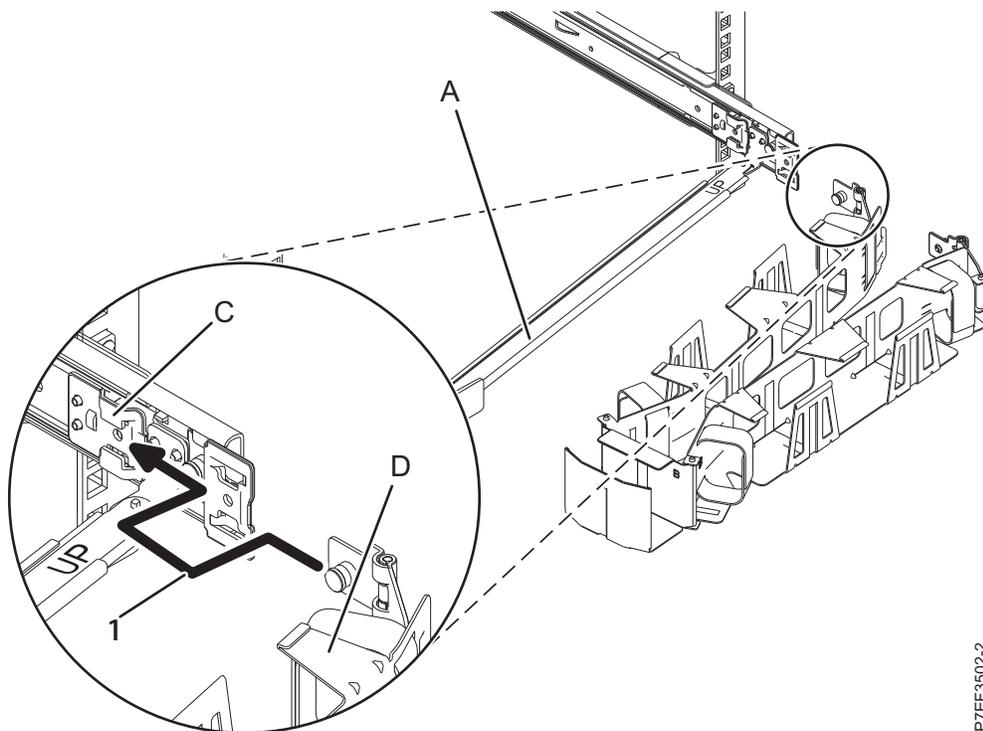
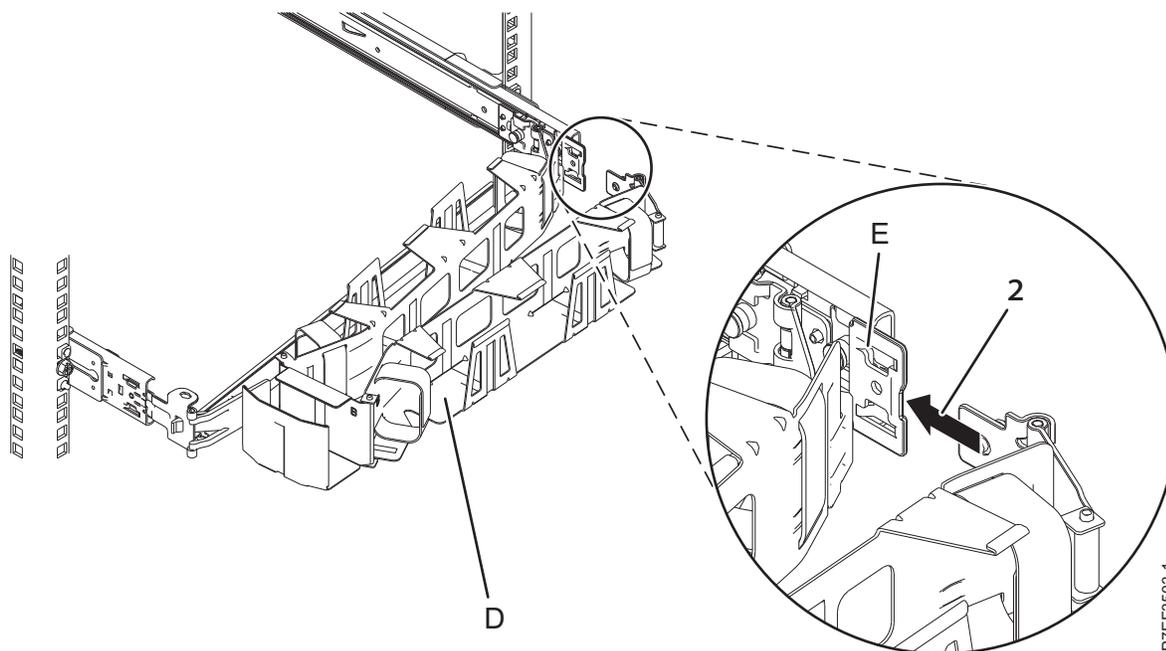

Figura 15. Deslizando a guia do suporte para organização de cabos no slot do suporte de montagem
Figura 16. Deslizando a outra guia do suporte para organização de cabos no suporte de extensão
7. Posicione o suporte para organização de cabos **(D)** no braço de suporte **(A)**. Deslize a primeira aba do suporte para organização de cabos no slot no suporte de montagem **(C)**. Empurre a presilha até que a trava com mola se encaixe no lugar. Deslize a outra guia do suporte para organização de cabos no suporte de extensão **(E)** no lado externo do trilho deslizante da direita **(2)**. Empurre a presilha até que a trava com mola se encaixe no lugar. Para obter detalhes, consulte Figura 15 na página 11 e Figura 16 na página 11.